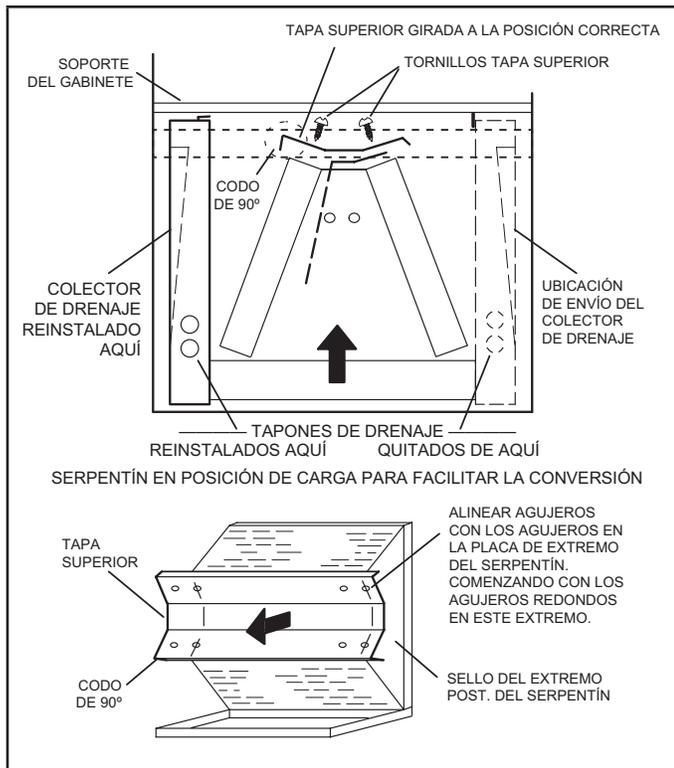

FIGURA 7. Modificación en el sitio para la descarga a la izquierda
- 7 - Gire la tapa superior 180° de adelante hacia atrás y alinéela con los orificios para tornillos sin usar. Los orificios se deben alinear con las placas del extremo trasero del serpentín. La tapa superior tiene un codo de 45° en un lado y un codo de 90° en el otro. **El codo de 90° debe estar en el mismo lado que el colector de drenaje horizontal** como se muestra en la Figura 7.